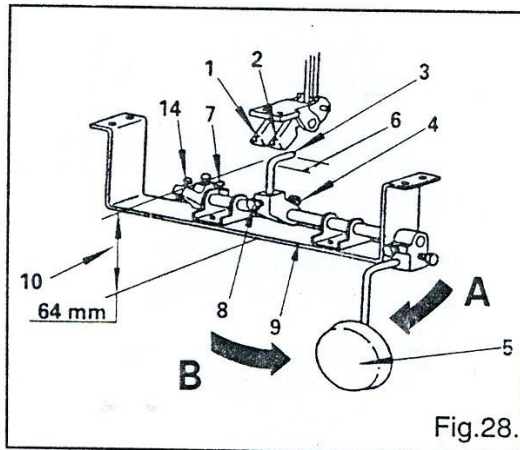

Fig.28.
2. На (Рис. 28) показана установка коленоподъемника для подъема прижимной лапки.